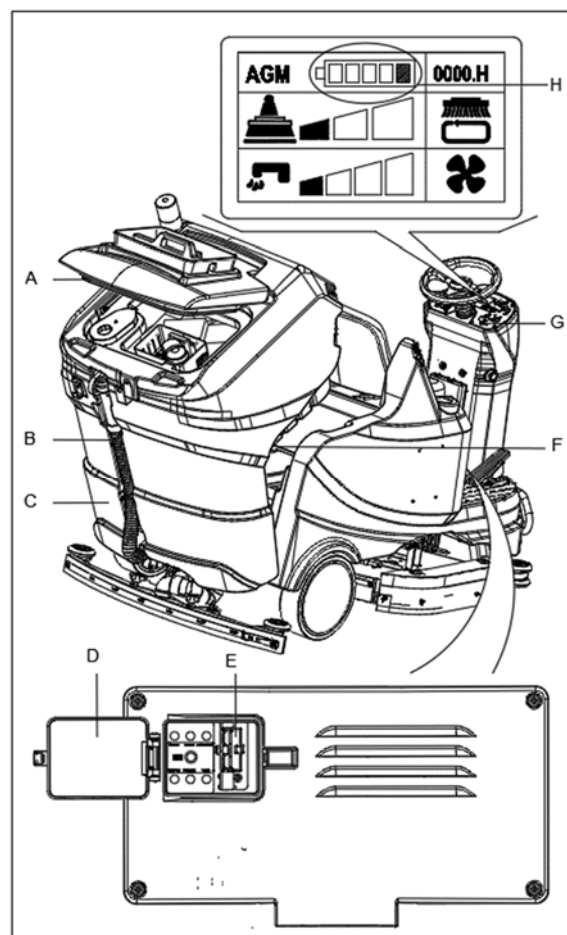

Figura 16
1. Deschideți capacul (A, Figura 16) și verificați ca rezervorul de apă recuperată (C, Figura 16) să fie gol; dacă nu este, goliți-l cu ajutorul furtunului de scurgere (, Figura 16).
3. Rotiți cheia de contact (G, Figura 16) la poziția „0”.
5. Deschideți capacul de protecție (A, Figura 16). Conectați conectorul încărcătorului acumulatorului la conectorul mașinii (E, Figura 16). În momentul conectării încărcătorului de baterie, toate funcțiile mașinii sunt decuplate automat.
9. Inserați cheia de contact (G, Figura 16) și rotiți-o la poziția „I”. Verificați starea bateriilor pe afișajul multifuncțional (H, Figura 16).